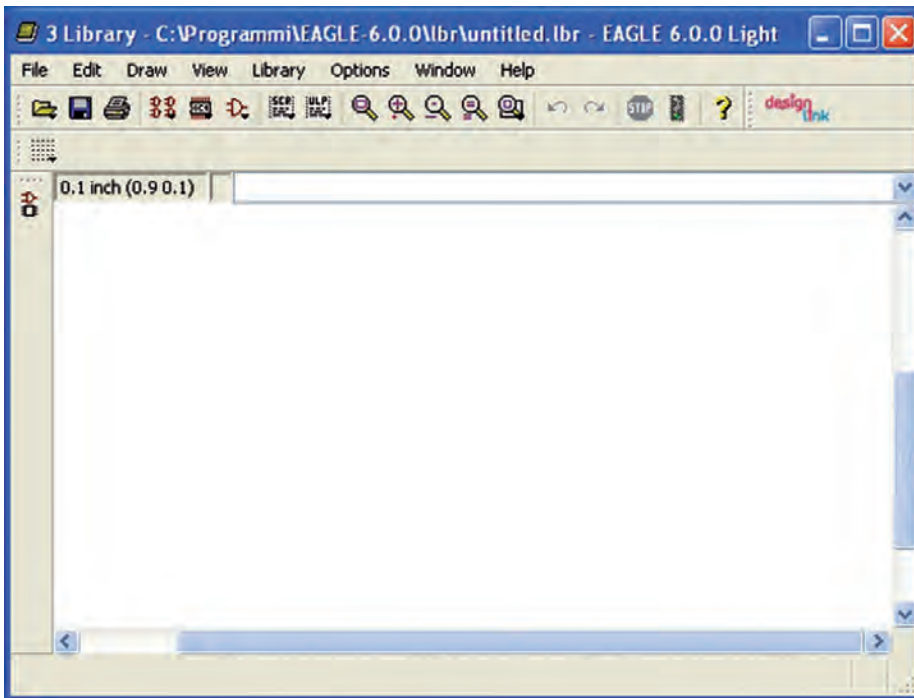

Figura 3: Library Editor.
- library editor (**figura 3**), per creare o modificare la libreria dei componenti utilizzati;
Per la creazione e la modifica dei componenti/simboli si utilizza il Library Editor (**figura 3**). Una libreria è normalmente composta da tre diversi elementi: Packages, Simboli e Devices: